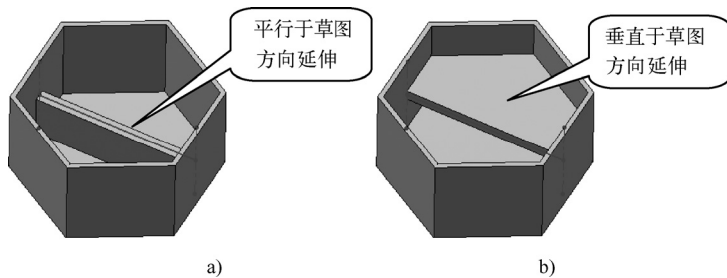

图 3-59 对“筋”特征拉伸方向的设置
- “垂直于草图方向”按钮: 可设置“筋”特征以垂直于草图的方向进行延伸 (这两个按钮的不同效果如图 3-59 所示)。